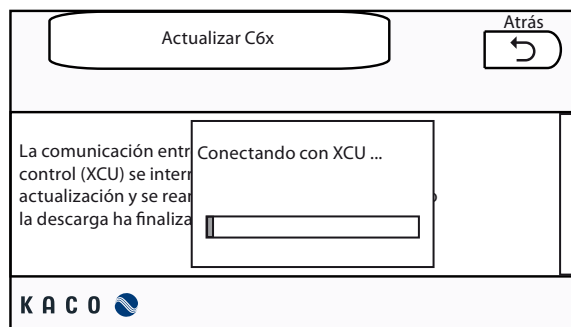

Figura 63: Pantalla de actualización de C6x
- » La MMI transferirá el archivo a la unidad de control (Figura 63).